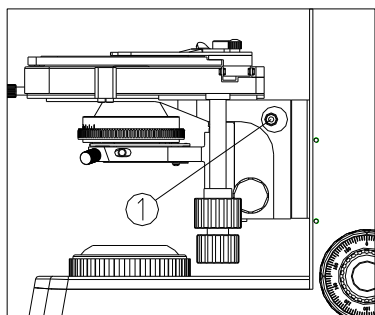

图 21
- (1) 观察高度在 27mm 以下的标本, 可以在载物台托架的正常位置 (出厂位置) 进行 (如图 21)。
- (2) 若是观察高度在 27-33mm 之间的标本, 可用随机配备的内六角扳手将托架锁紧螺钉①松开, 将载物台托架下降至合适位置, 再将托架锁紧螺钉①拧紧。